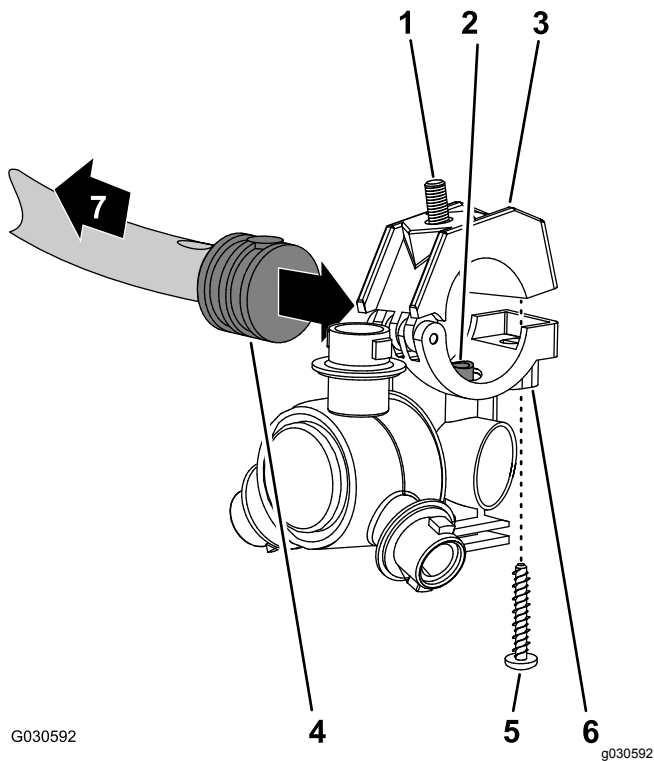

Рисунок 108
1. Совместите трубу для перекачивания в опоре распылительного сопла (Рисунок 108) с отверстием в боковой части хвостовика одностороннего шлангового штуцера типа «елочка» (1/2 дюйма).
- Закройте верхнюю половину зажима поверх хвостовика шлангового штуцера типа «елочка» и закрепите половину зажима и корпус распылительного сопла (Рисунок 108) с помощью винта из нержавеющей стали (№ 12 x 1-1/4 дюйма); затяните винт из нержавеющей стали с моментом от 14 до 18 Н·м.